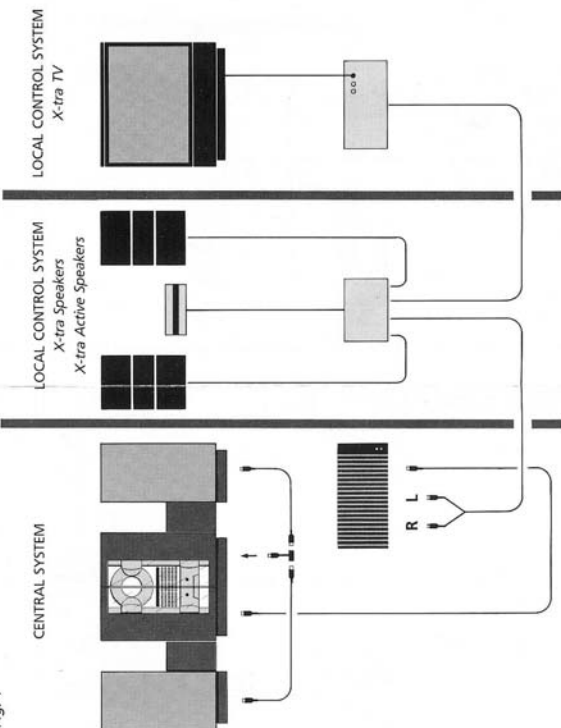

Fig. 4
- 2 Ved brug sammen med Beosystem 2500 MCL 2P tilsluttes som følger (se fig. 4):
Connect the MCL 2P to the Beosystem 2500 as follows (see fig. 4):
Sluit de MCL 2P als volgt op het Beosystem 2500 aan (afb. 4):
MCL 2P wie folgt an Beosystem 2500 anschließen (siehe Abb. 4):
Le MCL 2P doit être raccordé au Beosystem 2500 de la manière suivante (voir fig. 4):